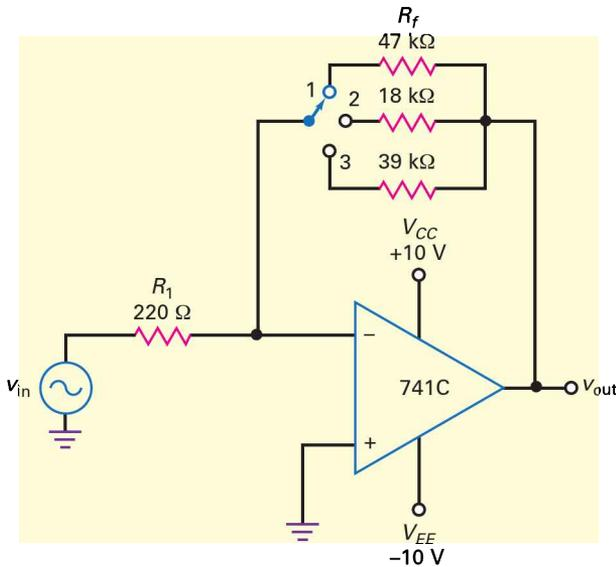

Figure 16.36
16.21 D'après la figure 16.36, quel est le gain en tension boucle fermée pour chaque position du commutateur ?